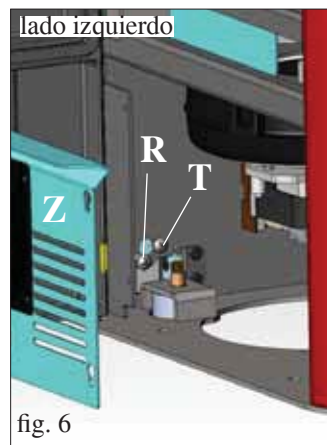

fig. 6
Verificar la alineación vertical de los laterales de cerámica (C) y efectuar las regulaciones a través de los tornillos situados sobre la parte superior (V - fig.5) y en el interior de la estufa a través de los tornillos (R - fig. 6/7)
NOTA: antes de realizar la operación, retirar el panel galvanizado (Z - fig.6/7) de ambos lados y aflojar los tornillos de bloqueo (T - fig. 6/7).